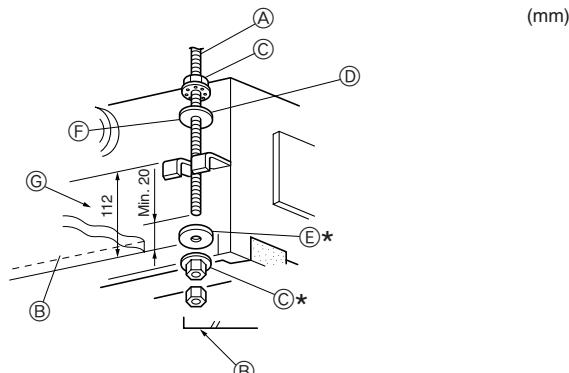

Fig. 2-7
- Enrosque primeiro as anilhas (1) (2) (fornecidas) e as suas porcas (obtidas localmente) no parafuso de suspensão. (Fig. 2-7)
- Faça isto pela seguinte ordem (a partir do topo): porca, anilha isolada (2), anilha sem isolamento (1), duas porcas.
- Posicione a anilha isolada (2) com a superfície isolada a apontar para baixo, como na figura.
- Eleve a unidade para o lugar, correctamente alinhada com o parafuso de suspensão. Passe o suporte entre as anilhas (1) e (2), que já estão no lugar, e fixe-o. Faça o mesmo para os outros quatro lados.